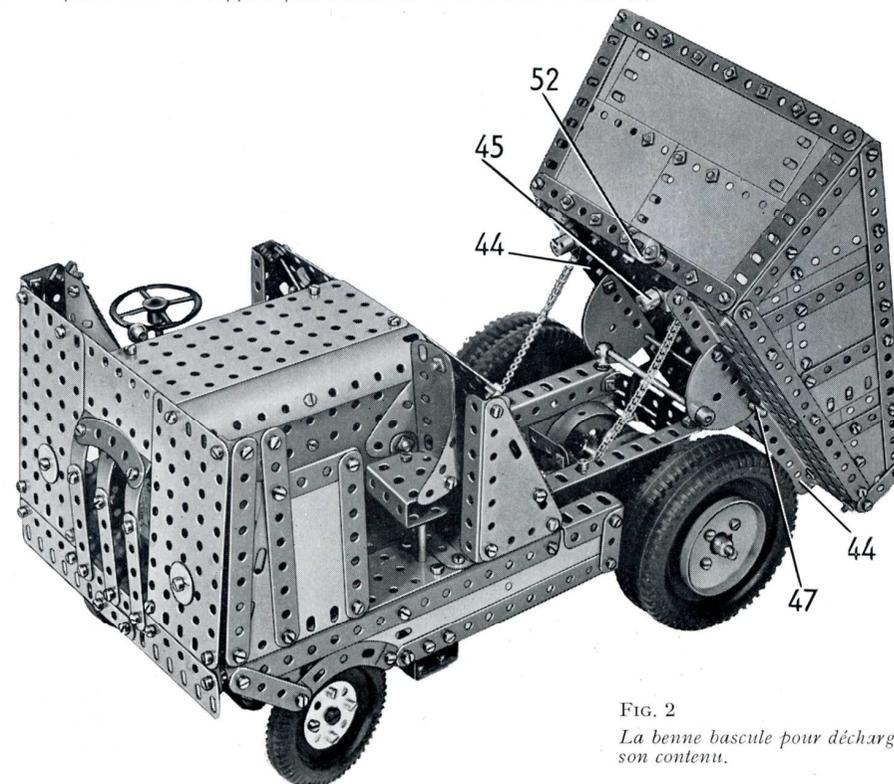

FIG. 2
Construction de la carrosserie (Fig. 2, 5 et 7)
Le siège de l'aide-conducteur est constitué par une plaque flexible de 6×4 cm. et deux plaques flexibles triangulaires de 6×5 cm. fixées par des équerres sur une roue barillet et sur un support en U (fig. 2). Une tringle de 6 cm. fixée dans la roue barillet est tenue dans un bras de manivelle double boulonné sous la carrosserie.
Le plancher de la benne est formé par trois plaques flexibles de 11,5×6 cm. et deux de 6×4 cm. prolongées de chaque côté par une plaque flexible de 14×4 cm. et une de 6×4 cm. Le plancher est renforcé par cinq bandes de 15 trous boulonnées sur les plaques à l'intérieur ; et le long du bord avant sont boulonnées une poutrelle plate de 9 trous et une de 7 trous qui se recouvrent sur 3 trous. Deux cornières (44) (fig. 2), formées chacune d'une cornière de 11 trous et d'une de 5 trous, sont boulonnées sur le plancher.
Deux plaques semi-circulaires placées l'une contre l'autre sont boulonnées sur chacune des cornières (44) et pivotent sur une tringle de 10 cm. tenue dans des supports de rampe fixés sur le châssis. Deux bouts de chaîne Galle sont accrochés à des trous des cornières (44) et sont fixés sur des ressorts d'attache vissés dans les trous du châssis. Deux colliers avec tige filetée (45) (fig. 2) sont fixés sur des équerres boulonnées sur les cornières (44). Deux ressorts (46) (fig. 7) sont boulonnés sur le devant du châssis et passent sur une tringle de 11,5 cm. (47) (fig. 2).
L'extrémité de la tringle (50) passe dans une équerre (52) (fig. 2) qui est tenue écartée de l'arrière de la benne par une bague d'arrêt placée sur un boulon de 12 mm.